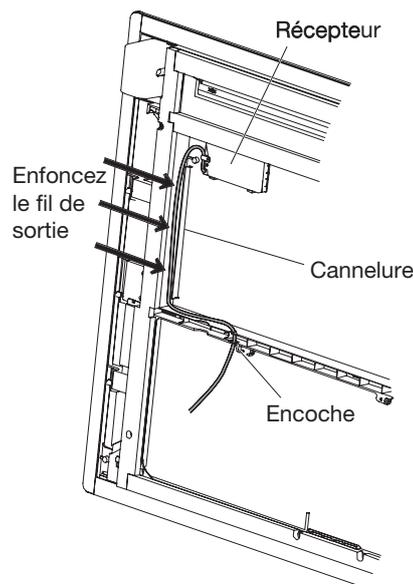

Fig. 3-12 Partie arrière du panneau
3. Appuyez sur le fil de sortie pour le faire entrer dans la cannelure située au dos du panneau et faites passer le fil de sortie dans l'encoche. (Fig. 3-12)